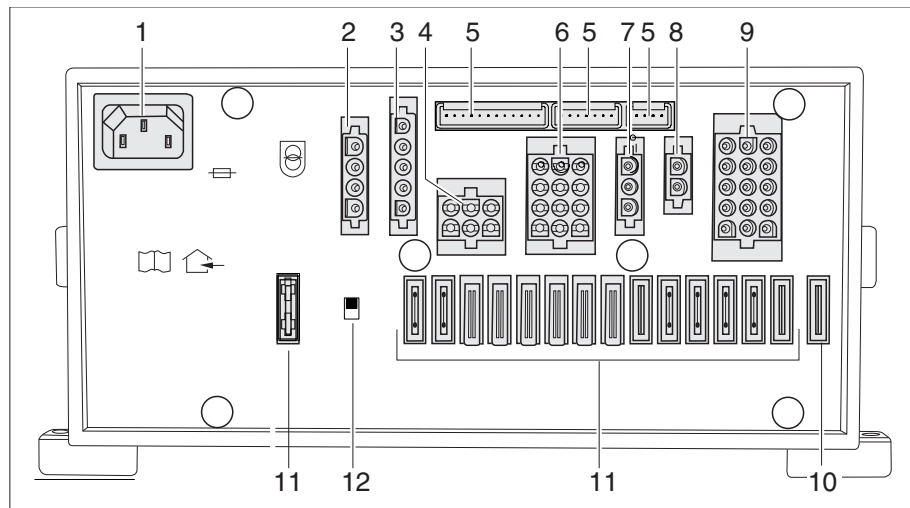

Bild 256 Elektroblock (EBL 111)
- ▷ Der Batterie-Trennschalter (Bild 256,12) trennt alle Verbraucher, die am Elektroblock angeschlossen sind, vom 12-V-Netz.